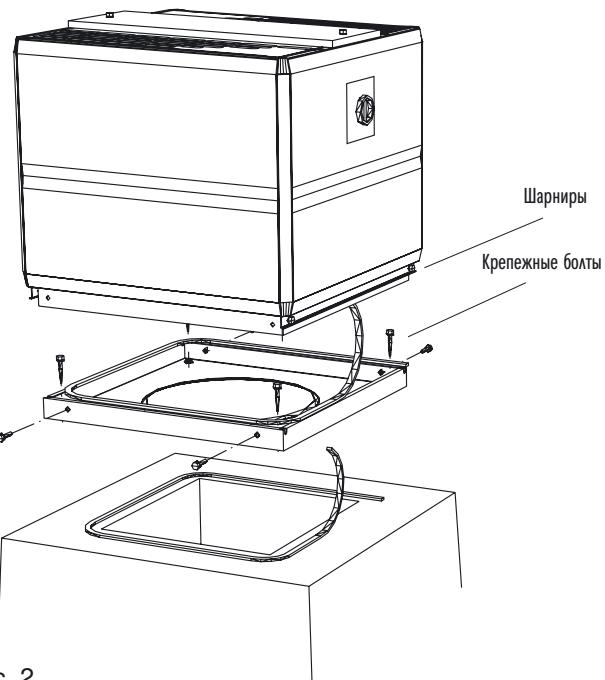

Рис. 2
- Установите, имеющееся в упаковке, уплотнение на краю вентиляционной проходки. Рис. 2.
- Закрепите вентилятор и уплотнение, поставляемое с ним, к верхнему краю монтажной рамы. Рис. 2.
- Установите крышный вентилятор на установочную раму MORA и закончите монтаж на крышной проходке BOGA. Как было указано выше. Рис. 2.